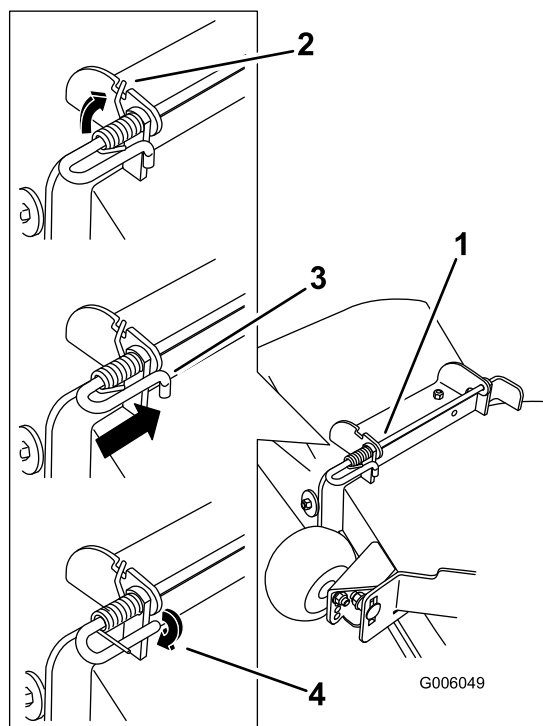

Figura 77
4. Sollevate l'estremità lunga della molla e inseritela nella tacca presente sulla staffa del gruppo deflettore (Figura 77).
5. Fissate il gruppo costituito dall'asta e dalla molla ruotandolo in modo tale da collocare l'estremità corta dell'asta dietro la staffa anteriore saldata al piatto di taglio (Figura 77).